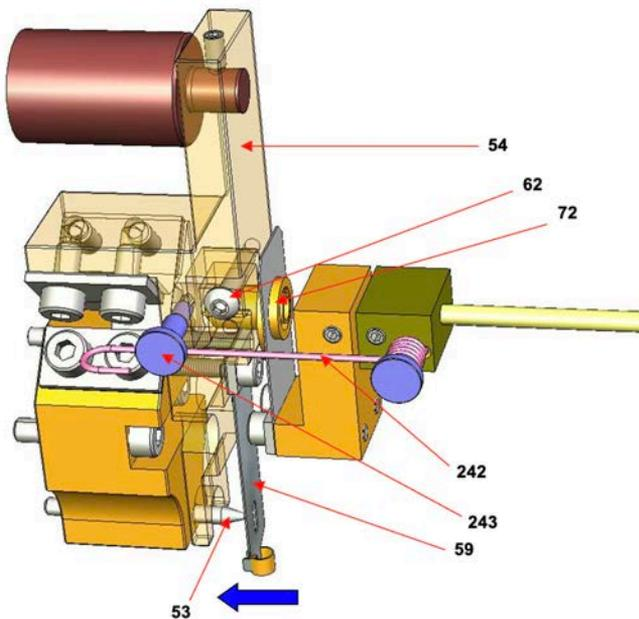

Figura 16
- d. Mire a través del orificio lateral y verifique que el tornillo (62) que acopla el extremo de la viga (54) está suelto y que el brazo de resorte (242) está desacoplado del pasador (243) Empuje el elemento flexible (59) con los dedos, a través del orificio de 3/4" NPT en el fondo de la caja, de derecha a izquierda para verificar si es posible mover la viga (54). El valor indicado debe variar de manera acorde. **La chaveta (72) debe rotar libremente dentro del extremo de acople de la viga.**
- e. Observe el mecanismo a través del orificio lateral, e indexe el orificio oval del elemento flexible hacia la chaveta especial con extremo cónico (53) flexionando el elemento flexible (59) hacia el frente de la caja (ver Figura 16). El valor de lectura en el LCD debe estar entre -5% y +5%.